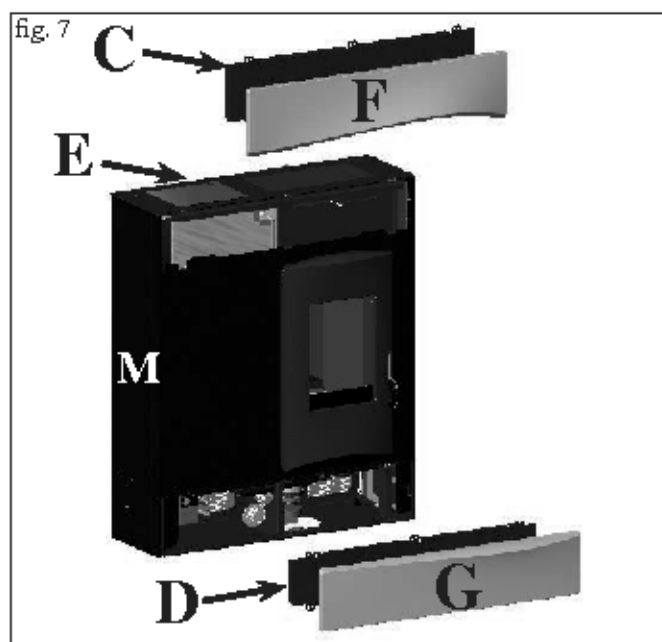

Fig. 7
- 1 stk. nedre vandret element i keramik (G - fig. 7)